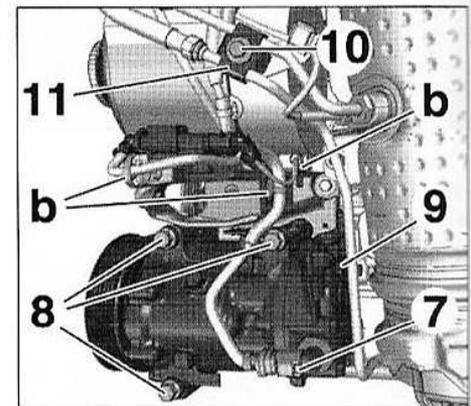

FIG.19
- le faisceau électrique en (b) puis l'écarter (Fig.19).
- Débrancher le connecteur (7).
- Déposer les vis (8).
- Sans débrancher les canalisations, écarter et brider le compresseur de climatisation (9).
- la vis (10),
- la bride (11),